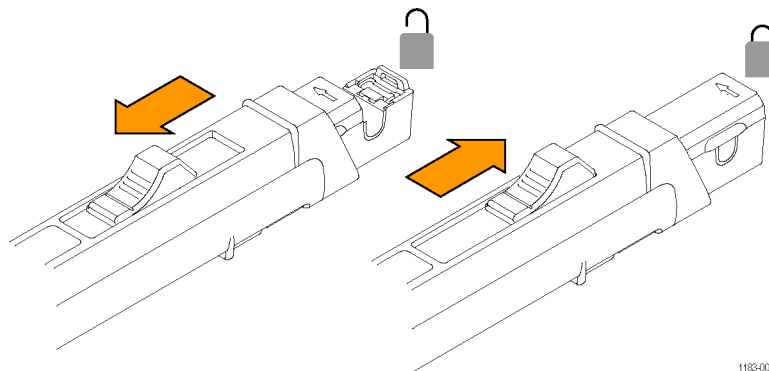
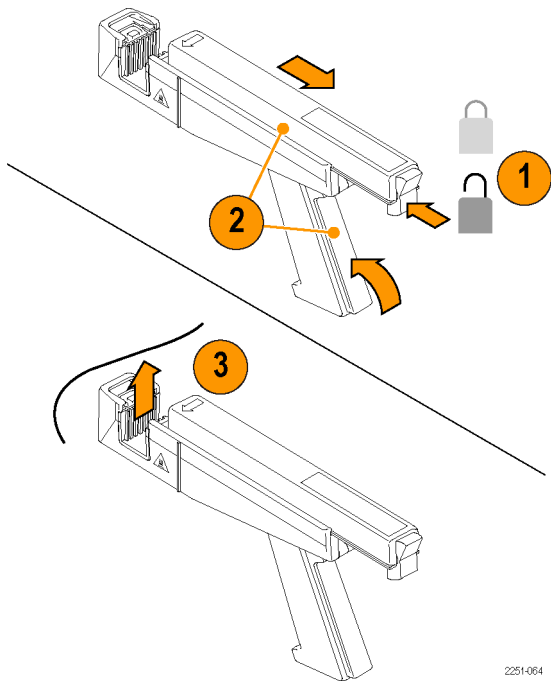

Рис. 6: Использование ползунка TSP312A и TSP305A
Рис. 7: Расфиксация и открытие пробников ТСП303 и ТСП404XL
Использование ползунка токовых пробников TSP305A и TSP312A показано на следующем рисунке. (См. рис. 6.) Чтобы открыть пробник, отведите ползунок назад, пока не откроется зажим. Чтобы зафиксировать пробник, переместите ползунок вперед, пока защелка не встанет на место.
3. Зафиксируйте ползунок пробника в закрытом положении. (См. рис. 6.) (См. рис. 7.)